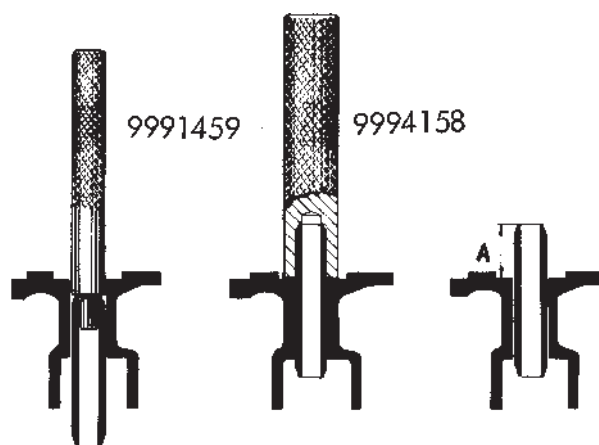

Fig. 12. Demontering och montering av ventilstyrning.
1. Pressa ur ventilstyrningarna med verktyg nr 9991459 fig. 12.
2. Olja in styrningarna utvändigt och pressa i dem med verktyg nr 9994158, vilket ger styrningen rätt höjd över lockets fjäderplan. Efter ipressningen skall avståndet "A" vara 21 mm se fig. 12.